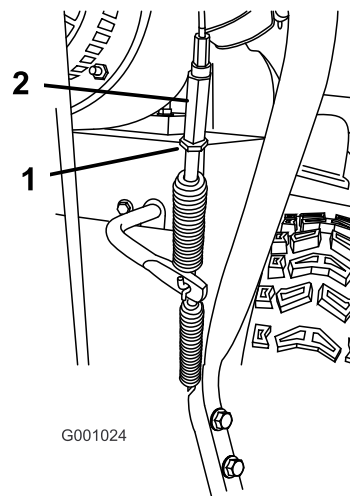

Bild 46
5. Lösen Sie die Klemmmutter Bild 46.
6. Lösen oder ziehen Sie die Spannschraube an, um die Kabelspannung einzustellen (Bild 46).